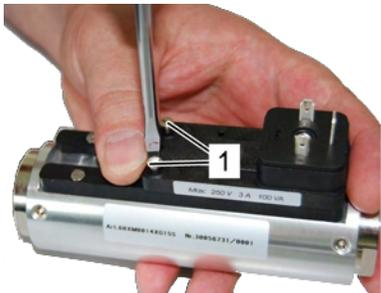

Abb. 59: Feststellschrauben lösen
3. ➔ Feststellschrauben (Abb. 59/1) des Schaltkontaktes mit einem Schlitzschraubendreher so weit lösen, dass er sich frei verschieben lässt
11. ▶ Feststellschrauben (Abb. 59/1) wieder festdrehen, dabei Schrauben-Anziehdrehmoment einhalten (↳ *Kapitel 11.1 „Anziehdrehmomente“ auf Seite 76*)